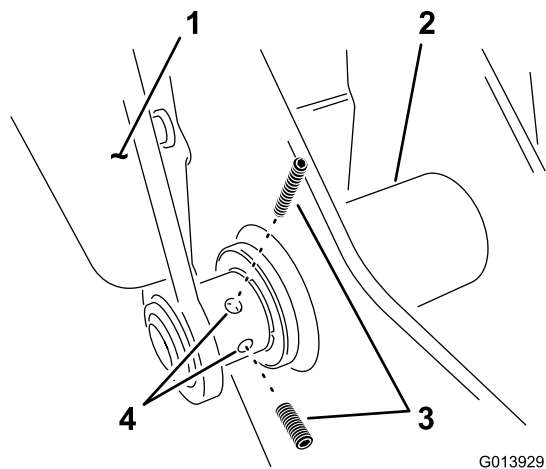

Figure 7
9. Placez 2 vis de maintien sur le bras gauche au point d'articulation inférieur (Figure 7).